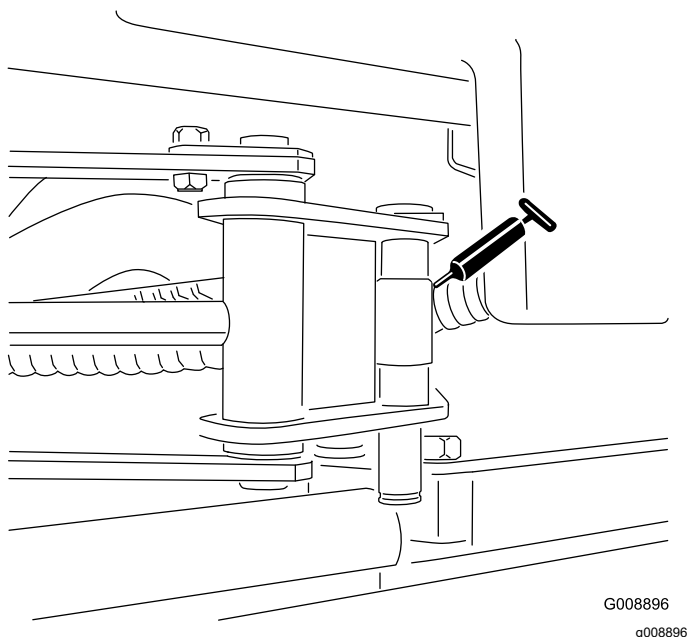

Figura 39
- Extremos de los cilindros del SideWinder (2) (Figura 39)